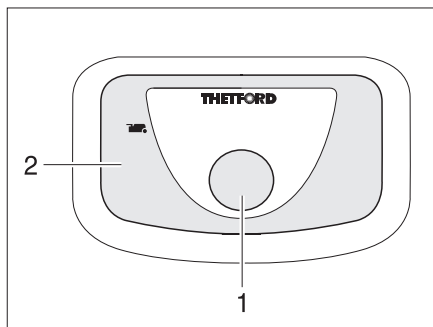

Bild 381 Spolknapp/kontrollampa Thetford-toalett
- För att spola, tryck på den blå spolknappen (Bild 381,1).
Kontrollampan (Bild 381,2) lyser när Thetford-kassetten måste tömmas.
- Skjut spjällspaken (Bild 381,1) medurs. Spjället stängs. För att kunna tömma toaletten **måste** spjället vara stängt i Thetford-toaletten.